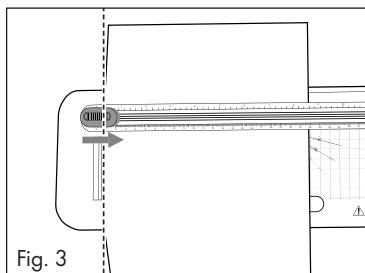

Fig. 3
- 1) Desplace el cabezal de corte ④ hasta el tope. El cabezal de corte ④ puede desplazarse hasta los dos extremos de la guía de corte ③.
- 2) Coloque el papel/la funda bajo la guía de corte ③.
- 3) Utilice las marcas de la regla de corte ① para alinear exactamente el papel/la funda si, p. ej., desea acortarlos o cortarlos en diagonal (consulte las figs. 3 y 4).